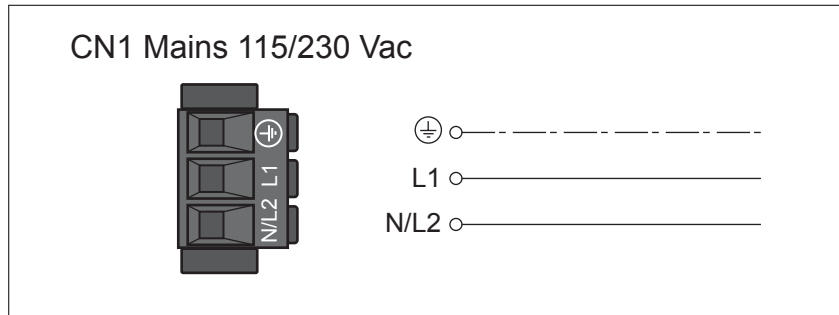

Ilustración 24: Esquema de conexiones de la alimentación de la etapa de potencia para un equipo monofásico
- ▶ Conecte el cable de red (Ilustración 24). Tenga en cuenta el par de apriete prescrito para los tornillos de bornes.